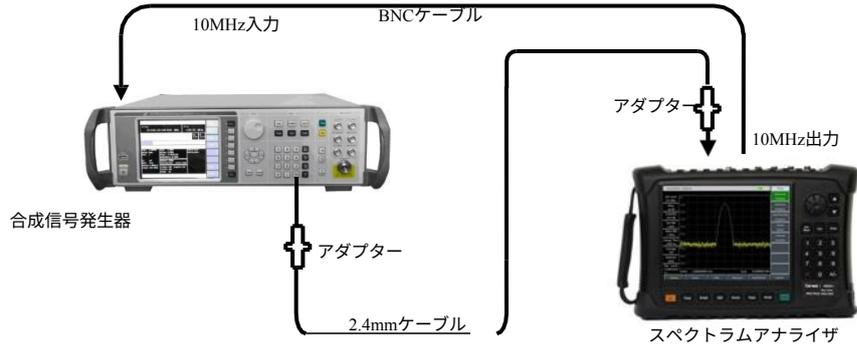

図12-5 解像度帯域幅精度試験の設定
- 1) 図12-5に示すように測定機器を接続します。スペクトラムアナライザは信号発生器の周波数基準を提供します。